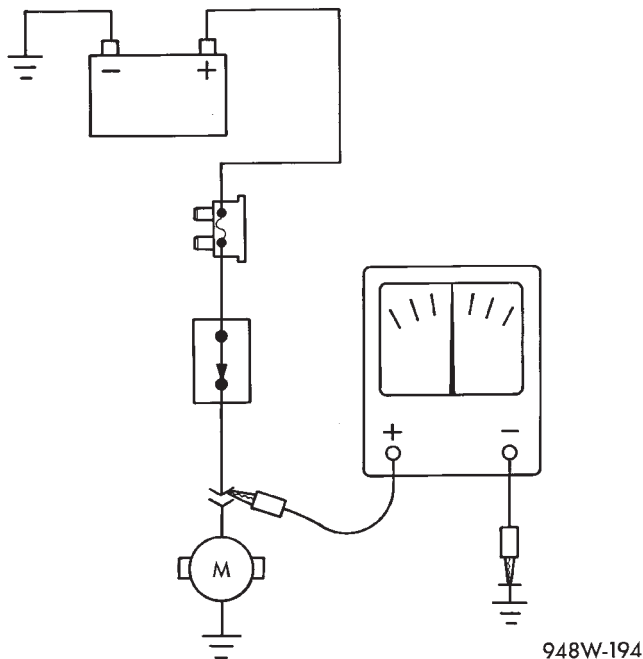

Fig. 8 Teste do Potencial de Voltagem
(1) Conecte o fio-terra do voltímetro a uma terra comprovadamente boa (Fig. 8).
(2) Conecte o outro fio do voltímetro ao ponto de teste selecionado. Pode ser necessário LIGAR a ignição do veículo para verificar se há voltagem. Consulte o procedimento correto do teste.